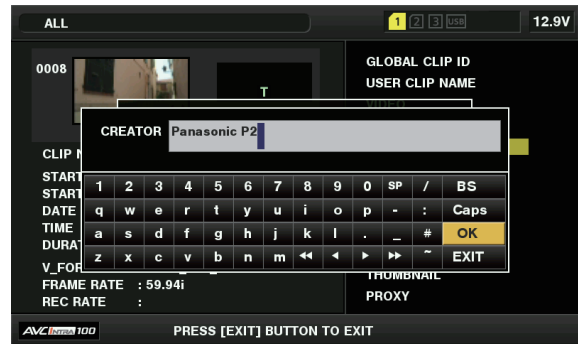

図 2
- ・メタデータ修正の入力画面（ソフトウェアキーボード）が表示されます。（図 2）